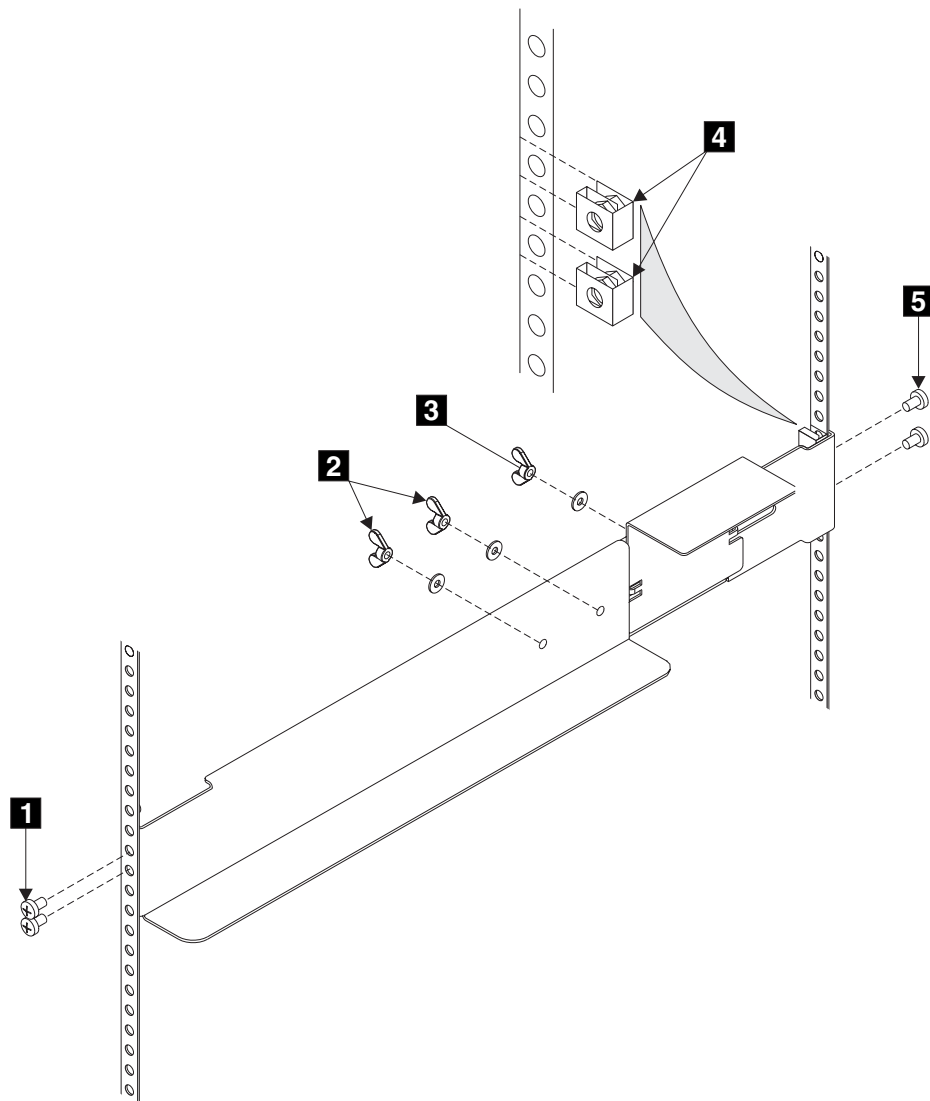

図 10. 無停電電源装置をラックに取り付けるためのサポート・レールの取り付け
- ラックの背後側に立ち、米国電子工業会 (EIA) マークの位置を探して、無停電電源装置を取り付ける場所を確認する (40 ページの図 10 を参照)。無停電電源装置は、常に、ラックの空いている一番下の位置に取り付ける必要があります。無停電電源装置よりも下にある唯一の装置は、別の無停電電源装置です。